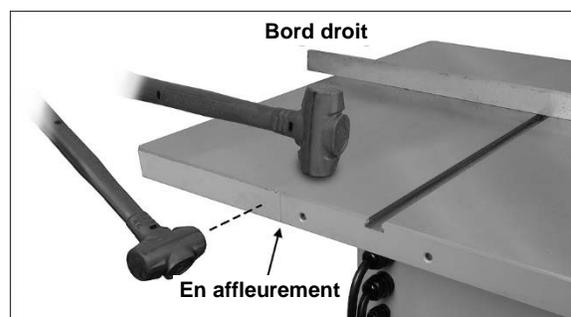

Figure 6-4 : mettre à niveau les rallonges, méthode 1
4. Le bord avant de l'oreille doit rester à égalité avec le bord avant du banc de scie. Si nécessaire, tapotez le bord avant de la rallonge avec un maillet en caoutchouc pour qu'elle soit à ras. Voir la Figure 6-4.
#### Méthode 1 (Figure 6-4) :
3. Posez une règle de vérification sur le banc de scie et la rallonge, en l'étendant au-delà du bord de la rallonge, comme illustré dans la figure 6-4.